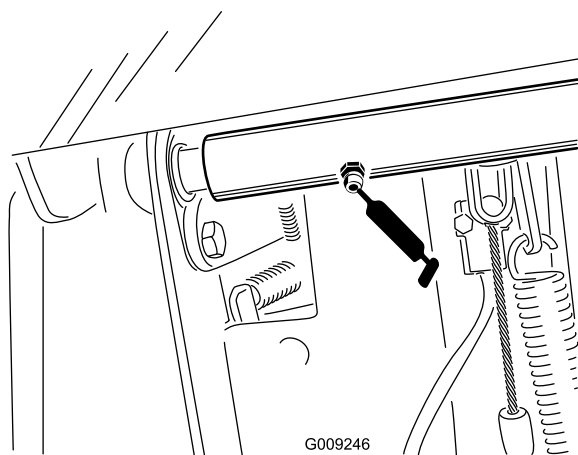

Figure 35
- 2 roulements d'axe de pivot de la pédale de frein (Figure 35)